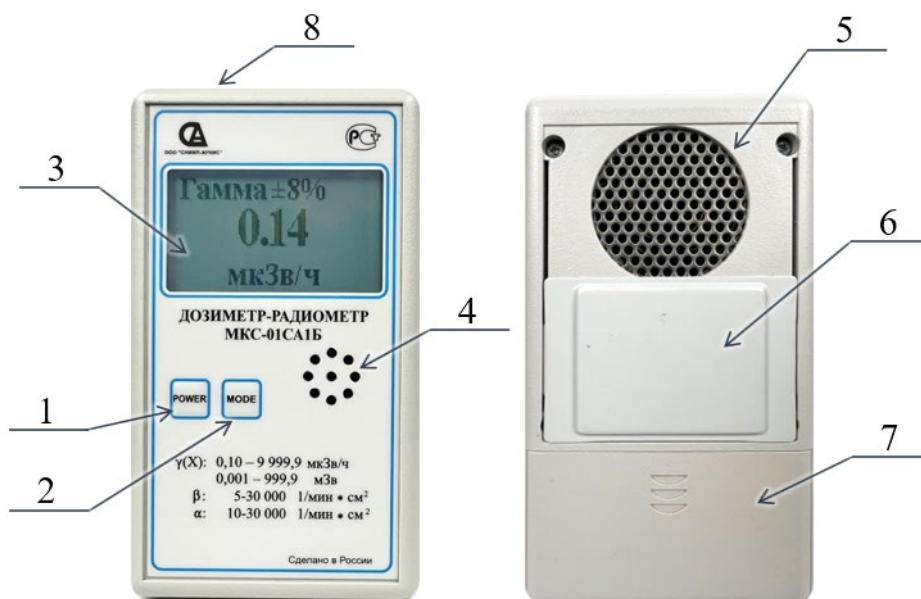

Рисунок 1
Прибор циклически ежесекундно выполняет процесс оценки и уточнения результатов измерений с индикацией на дисплее (поз. 3 на рис. 1) текущей статистической погрешности δ , % в доверительном интервале 0,95. В неизменном (стационарном) поле ионизирующего излучения показания прибора с течением времени непрерывно усредняются и уточняются. Одновременно с этим уменьшается значение погрешности δ от $\pm 99\%$ до $\pm 1\%$.
- снимите крышку отсека элементов питания (поз. 6 на рис. 1);
4.1.2 Для работы от сети (220 В, 50 Гц) подключите выходной разъём кабеля адаптера напряжения (5 В, 0,5 А) к сетевому разъёму питания прибора (поз. 8 на рис. 1).
- закрыть рабочую поверхность детектора экраном (поз. 6 на рис. 1);
- открыть рабочую поверхность детектора, сдвинув экран (поз. 6 на рис. 1) в нижнее положение;
- закрыть рабочую поверхность детектора, сдвинув экран (поз. 6 на рис. 1) в верхнее положение и повторить измерение в той же геометрии. При достижении статистической погрешности менее 10 %, зафиксировать среднее фоновое показание дисплея N_{ϕ} , 1/мин·см²;